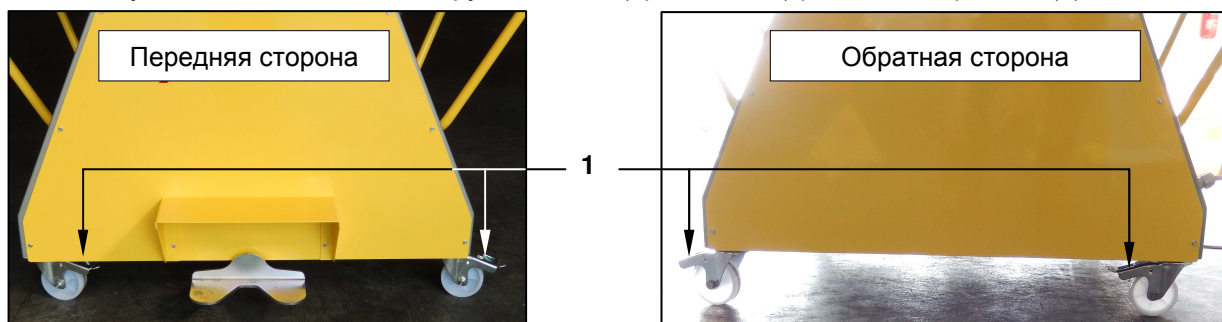

Рис. 10 - Блокировочные рычаги тормозов колёс
При позиционировании машины вокруг неё необходимо оставить достаточно свободного места не только для работы, но и для проведения других операций, например чистки. Стандартно необходимо обеспечить не менее 1000 мм свободного места со всех сторон машины. Если машина ограничивает пути эвакуации свободное место вокруг машины должно быть не менее 1200 мм. Все двери расположенные поблизости от машины должны легко открываться. Это же самое относится к дверцам щитов, шкафов и т.п. Перед началом эксплуатации машины, заблокируйте колёса (при наличии) рычагами тормозов (1) Рис. 10.
Для установки/снятия столов в модели SF600 требуется два оператора, по крайней мере один из которых должен обладать очень высокой квалификацией в области механики. Второй оператор просто помогает первому при проведении работ. Перед проведением любых работ заблокируйте колёса тормозными рычагами (см. Рис. 10) и **наденьте, как минимум, защитную обувь с усиленными носками и прочные перчатки**.